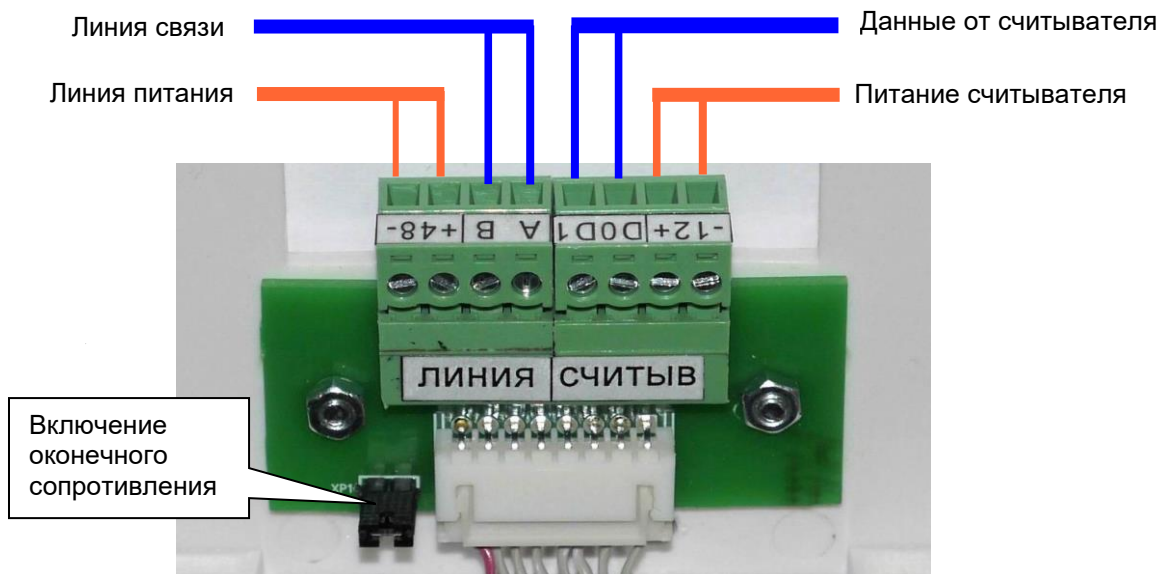

Рисунок 2.2. Подключение прибора.
- если прибор находится в конце линии связи, то следует установить перемычку на разъем ХР1 (см. рисунок 2.2); в остальных случаях перемычку снять;